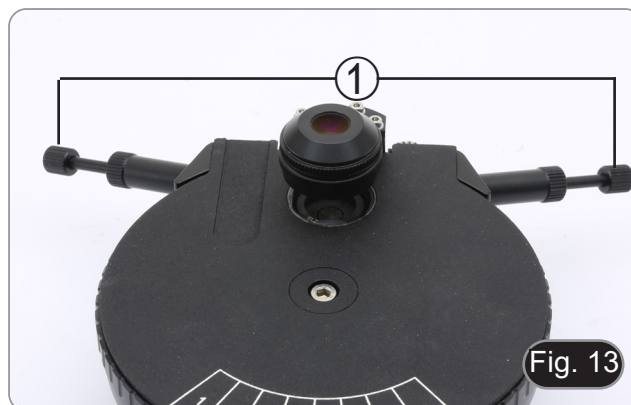

Fig. 13
5. Utilizzando le viti di centraggio poste sul condensatore ① (Fig. 13) centrare l'anello di campo scuro fino a che il campo visivo è omogeneamente illuminato.
7. Utilizzando le viti di centraggio poste sul condensatore ① (Fig. 13), centrare gli anelli in modo che l'anello chiaro ② sia concentrico all'anello scuro ③. (Fig. 16)